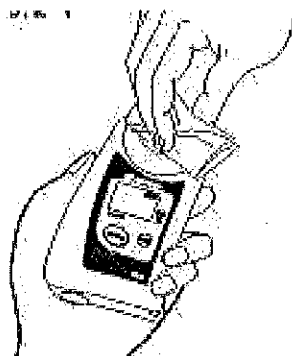

Рис. 8
- (1) Приготовить дистиллированную воду.
- (2) Очистить поверхность призмы (Рис. 8).